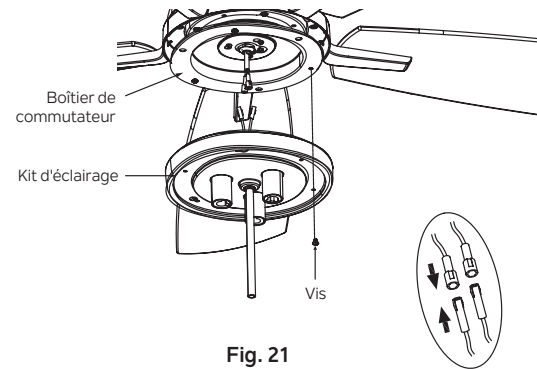

Fig. 21
Étape 1. Tenez le kit d'éclairage près du boîtier de l'interrupteur et raccordez les fils BLANC du kit d'éclairage et du ventilateur en poussant les connecteurs ensemble. Suivez la même procédure avec les fils NOIRS. (Fig. 21)
Étape 2. Rentrez soigneusement les raccordements dans le kit d'éclairage. Retirez l'une des trois vis préinstallées sur le boîtier de l'interrupteur et conservez-la pour une utilisation ultérieure. Desserrez les 2 autres vis (ne les retirez pas). Placez les deux trous de fente sur le kit d'éclairage sur les 2 vis précédemment desserrées depuis le boîtier de l'interrupteur. Faites pivoter le kit d'éclairage jusqu'à ce qu'il se verrouille en place à l'extrémité étroite des trous de clé. Fixez en serrant les 2 vis précédemment desserrées et celle précédemment retirée. (Fig. 21)